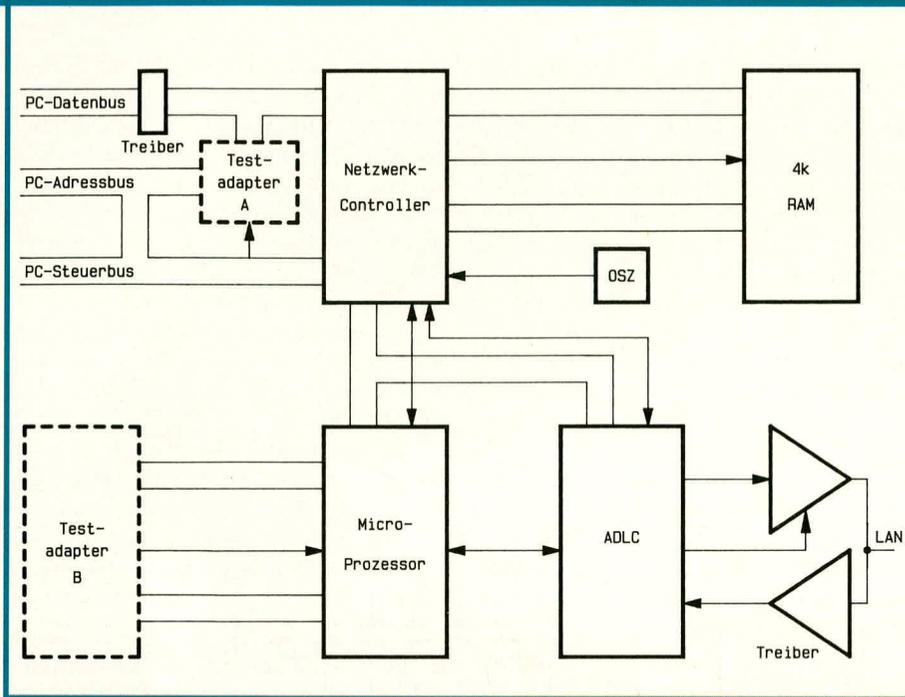

Bild 4: Blockschaltbild der ELV-PC-Netzwerkarte
In Abbildung 4 ist das Blockschaltbild einer PC-Netzwerkarte in übersichtlicher Form dargestellt. Im Mittelpunkt der Schaltung steht der Netzwerkcontroller. Er steuert den Gesamt Ablauf des Systems und wird über einen Treiberbaustein vom Rechner (PC) mit Daten versorgt, oder er gibt die empfangenen Daten an den PC weiter.